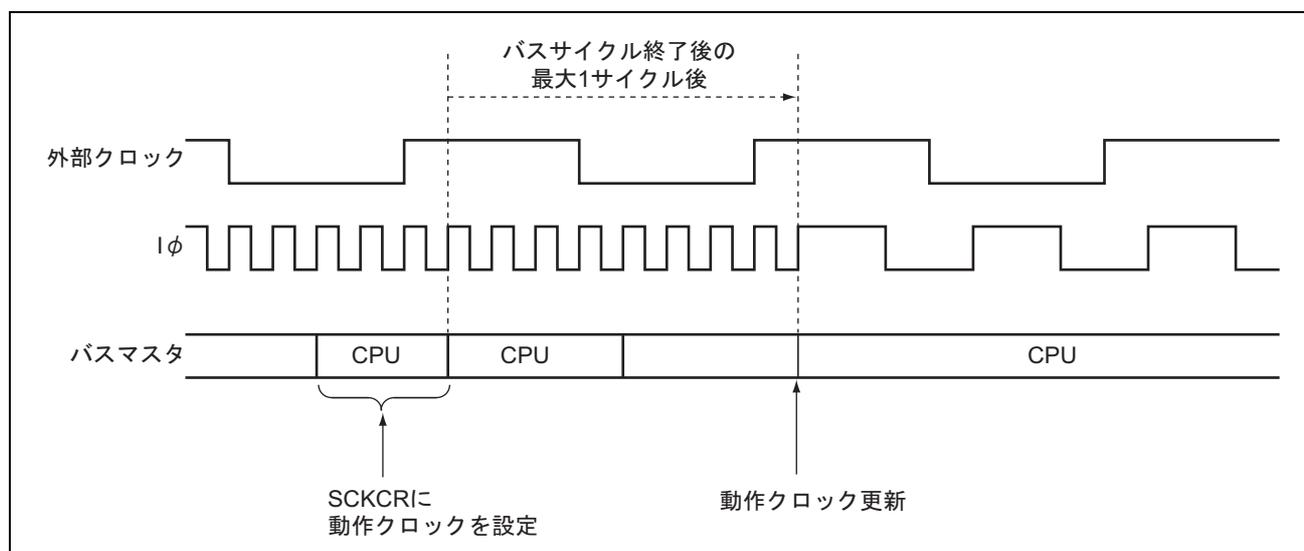

図 27.9 クロック変更タイミング
5. 図27.9にクロック変更タイミングを示します。SCKCRに値をライトした後、現在実行しているバスサイクル終了を待ちます。そのバスサイクル終了後、外部入力クロック $\phi$ に対して最大1サイクル後に各クロックの周波数が変更されます。